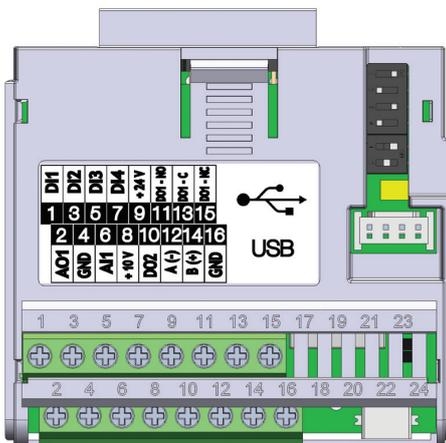

Figura 19.3: Módulo Plug-in MW500-CUSB
El módulo plug-in MW500-CUSB tiene la interfaz Serial (1) a través de la puerta RS-485 en los bornes 12 (A-) y 14 (B+), así como la interfaz Serial (2) a través de la puerta USB en el conector estándar mini USB (mini B), vea la Figura 19.3 en la página 19-1.